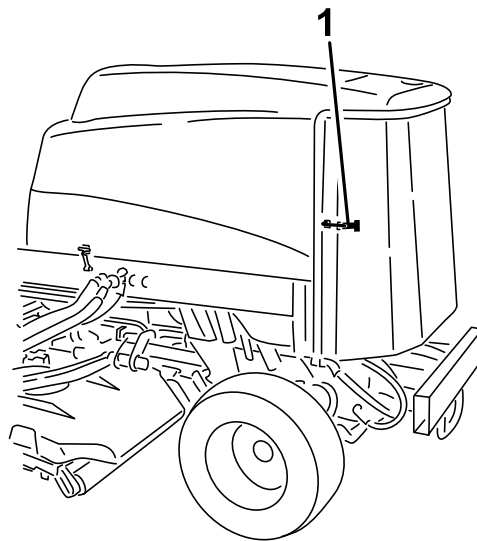

Figura 112
2. Desenganche y abra la rejilla trasera (Figura 112).